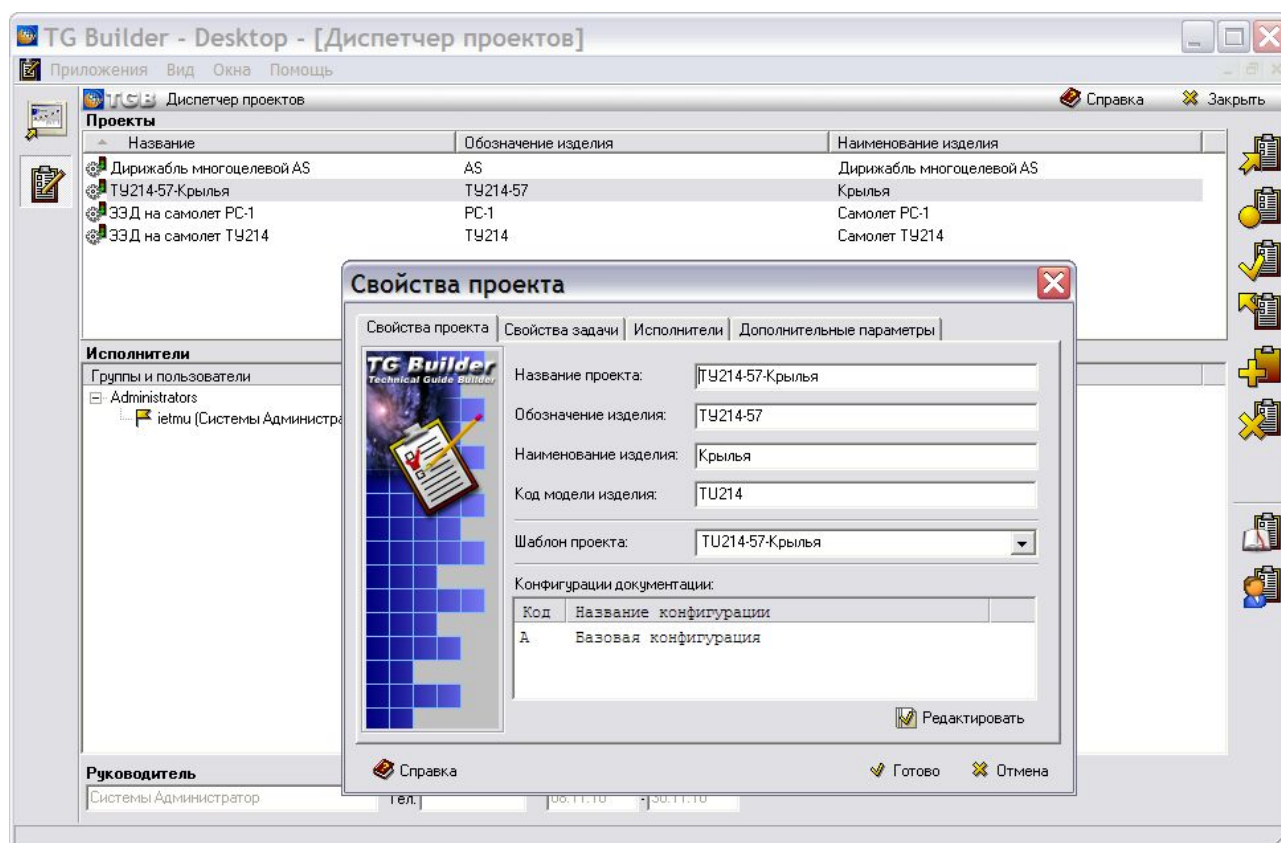

Рис. 12.2. Создание проекта
1. Создайте в системе TG Builder новый проект с использованием разработанного заранее шаблона проекта (Рис. 12.2). Шаблон проекта создается в программном модуле TG Designer и содержит набор базовых правил для построения проекта.